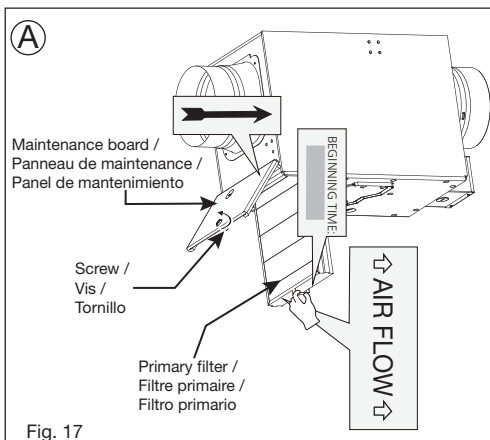
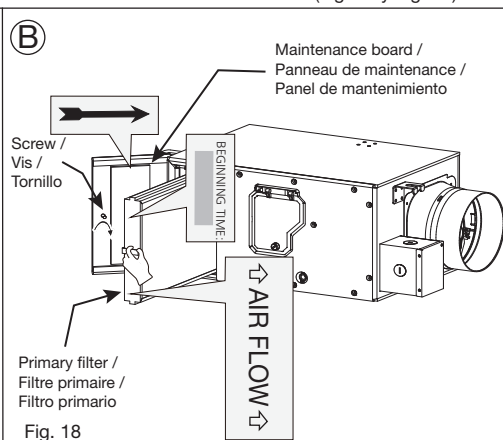

Fig. 17
Fig. 18
5. Pull out the Primary Filter and clean it with a vacuum cleaner. Replace it every 6 months (Fig. 17 and Fig. 18).
6. Install back the filters and close the maintenance board by turning the hand screw clockwise. Please make sure that the arrow direction on primary filter is the same as the "Air flow" mark on name plate (Fig. 17 and Fig. 18).
5. Retirez le filtre primaire, nettoyez-le avec un aspirateur. Remplacez-le tous les 6 mois (Fig. 17 et Fig. 18).
6. Reinstallez les filtres et vissez à la main le panneau de maintenance. Assurez-vous que le sens de la flèche sur le filtre primaire soit la même que sur le repère « Débit d'air » sur la plaque signalétique (Fig. 17 et Fig. 18).
5. Retire el filtro primario y límpielo con una aspiradora. Reemplaze el filtro cada 6 meses (Fig. 17 y Fig. 18).
6. Vuelva a instalar los filtros y cierre el panel de mantenimiento, girando el tornillo manual en sentido de las manecillas del reloj. Asegúrese de que la dirección de la flecha en el filtro primario sea la misma que la marca "Flujo de aire" en la placa de identificación (Fig. 17 y Fig. 18).